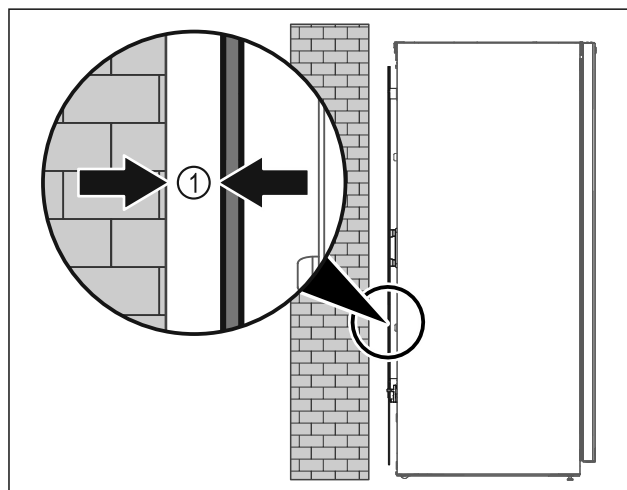

Fig. 47
- Gerät entweder frei im Raum oder direkt an einer Wand mit einem Mindestabstand von 5 mm Fig. 47 (1) aufstellen.